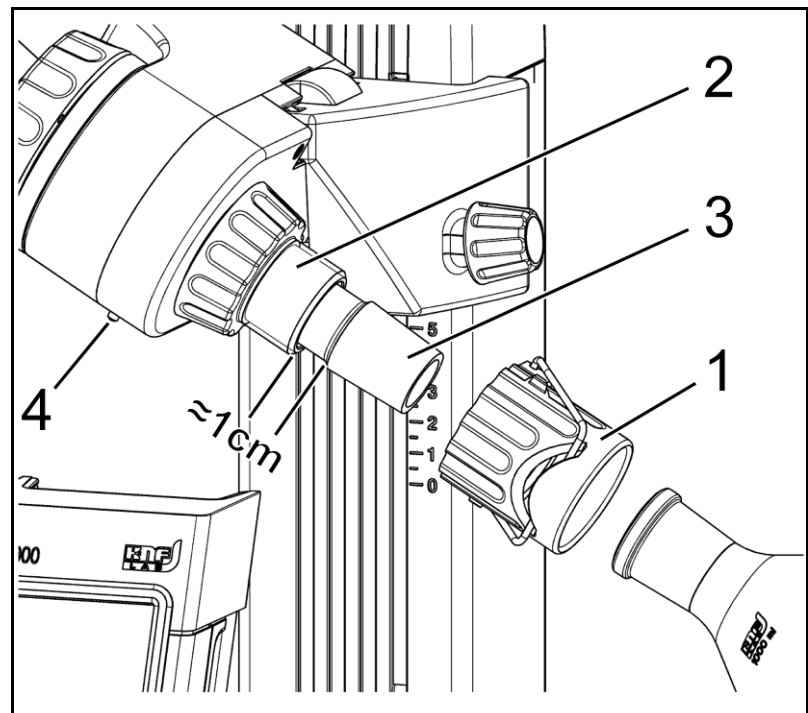

Abb. 20: Dampfrohr wechseln
1. Kolbenmutter abschrauben (Abb. 20/1).